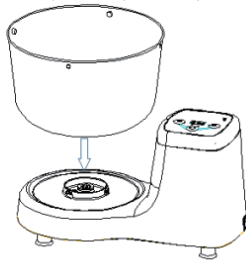
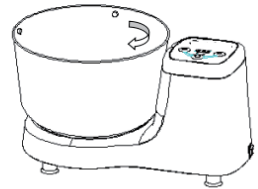

FIG2
FIG3
3. Coloque el recipiente de mezcla y gírelo en dirección horaria para instalarlo en la unidad principal hasta que la hebilla encaje y quede bloqueada; FIG2, FIG3.